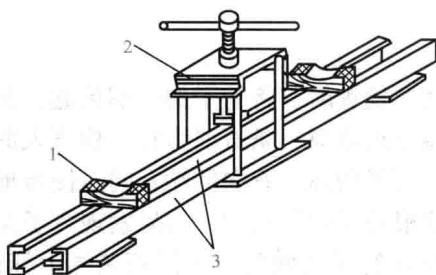

图 1-1 丝杠式压力机
3) 丝杠式压力机冷调直。调直管径较大($DN325\text{mm}$ 以内)、管壁较厚(不小于 10mm)或弯曲较大的管子,可在丝杠式压力机上进行,如图1-1所示。操作时,沿逆时针方向旋转丝杠,将压块提升到夹持管子所需要的高度,然后把管子插入,并将管子凸面朝上放置,置于两个垫块之间,垫块之间的距离,可根据管子弯曲部位的长度进行适当调整,再沿顺时针方向旋转丝杠,迫使压块下落,从而将管子的凸出部位压下去。如此反复,管子几经转动和调整,并适当用力加压,即可将管子调直。